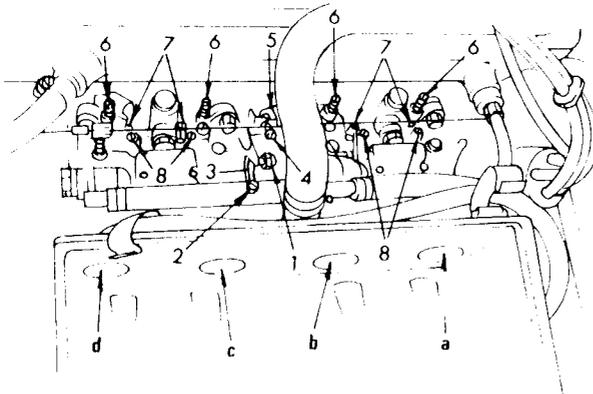

Bild 84
- Unter Bezug auf Bild 84 das Gasbetätigungsgestänge (1) des hinteren Vergasers lösen und die Drosselklappenanschlagschraube (2) herausdrehen, bis sie den Hebel (3) nicht mehr berührt.
- Leerlauf einstellen, wenn der Starterzug vollkommen hineingeschoben ist und die Ausgleichsschrauben («7» in Bild 84) vollkommen geschlossen sind.
- Die Drosselklappenanschlagschraube (2) hineindreihen, bis ein leicht schneller Leerlauf erhalten wird.
- Gemischregulierschrauben (6) hineindreihen oder herausdrehen, bis ein guter Leerlauf erhalten wird, und die Drosselklappenanschlagschraube herausdrehen, bis der Motor mit einer Drehzahl von $850 \pm 50/\text{min}$ läuft. Alle vier Gemischregulierschrauben sind um den gleichen Wert zu verstellen.